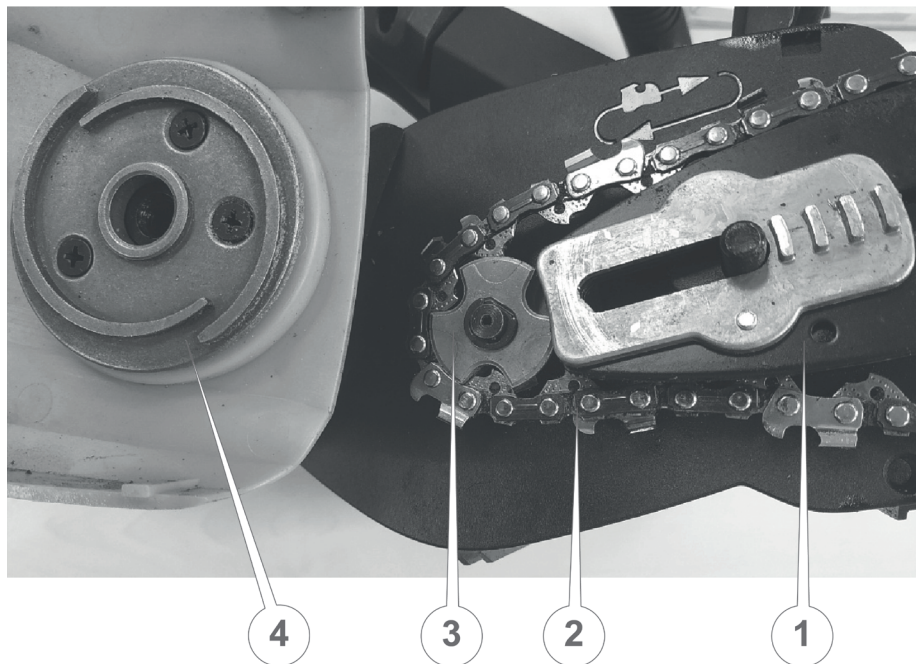

Рисунок 3. Схема встановлення різального блока: напрямної шини та ланцюга.
1. Розташувати виріб на рівній поверхні захисною кришкою (4, рис. 3) дотори.
3. Допомогаючи собі викруткою, встановити ланцюг на шину (1, рис. 3) та на ведучу зірочку (3, рис. 3) згідно з напрямком руху ланцюга так, щоб ланцюг вільно рухався у напрямній, а нарізний штифт виробу потрапив до паза шини.
4. Встановити кришку (4, рис. 3) різального блока напрямними штифтами на корпус так, щоб отвір механізму кришки потрапив на нарізний штифт зі встановленим різальним блоком.
5. Зафіксувати кришкою (4, рис. 3) різальний блок обертанням маховика кришки за годинниковою стрілкою.